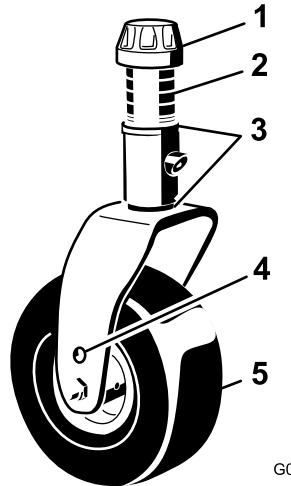

Figure 95
1. Enlevez le chapeau de tension de l'axe de pivot et sortez l'axe du bras pivotant (Figure 95).